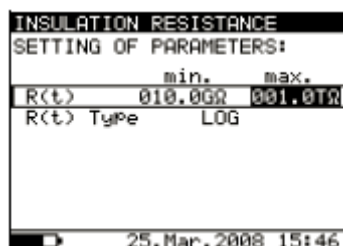

Рис. 12. Меню настроек функции **Graph R(t)**
- Нажмите клавишу **SELECT** для настройки параметров в функции **Graph R(t)**, см. рисунок 12. Для возврата в основное меню настроек функции **Insulation Resistance** нажмите клавишу **ESC**.